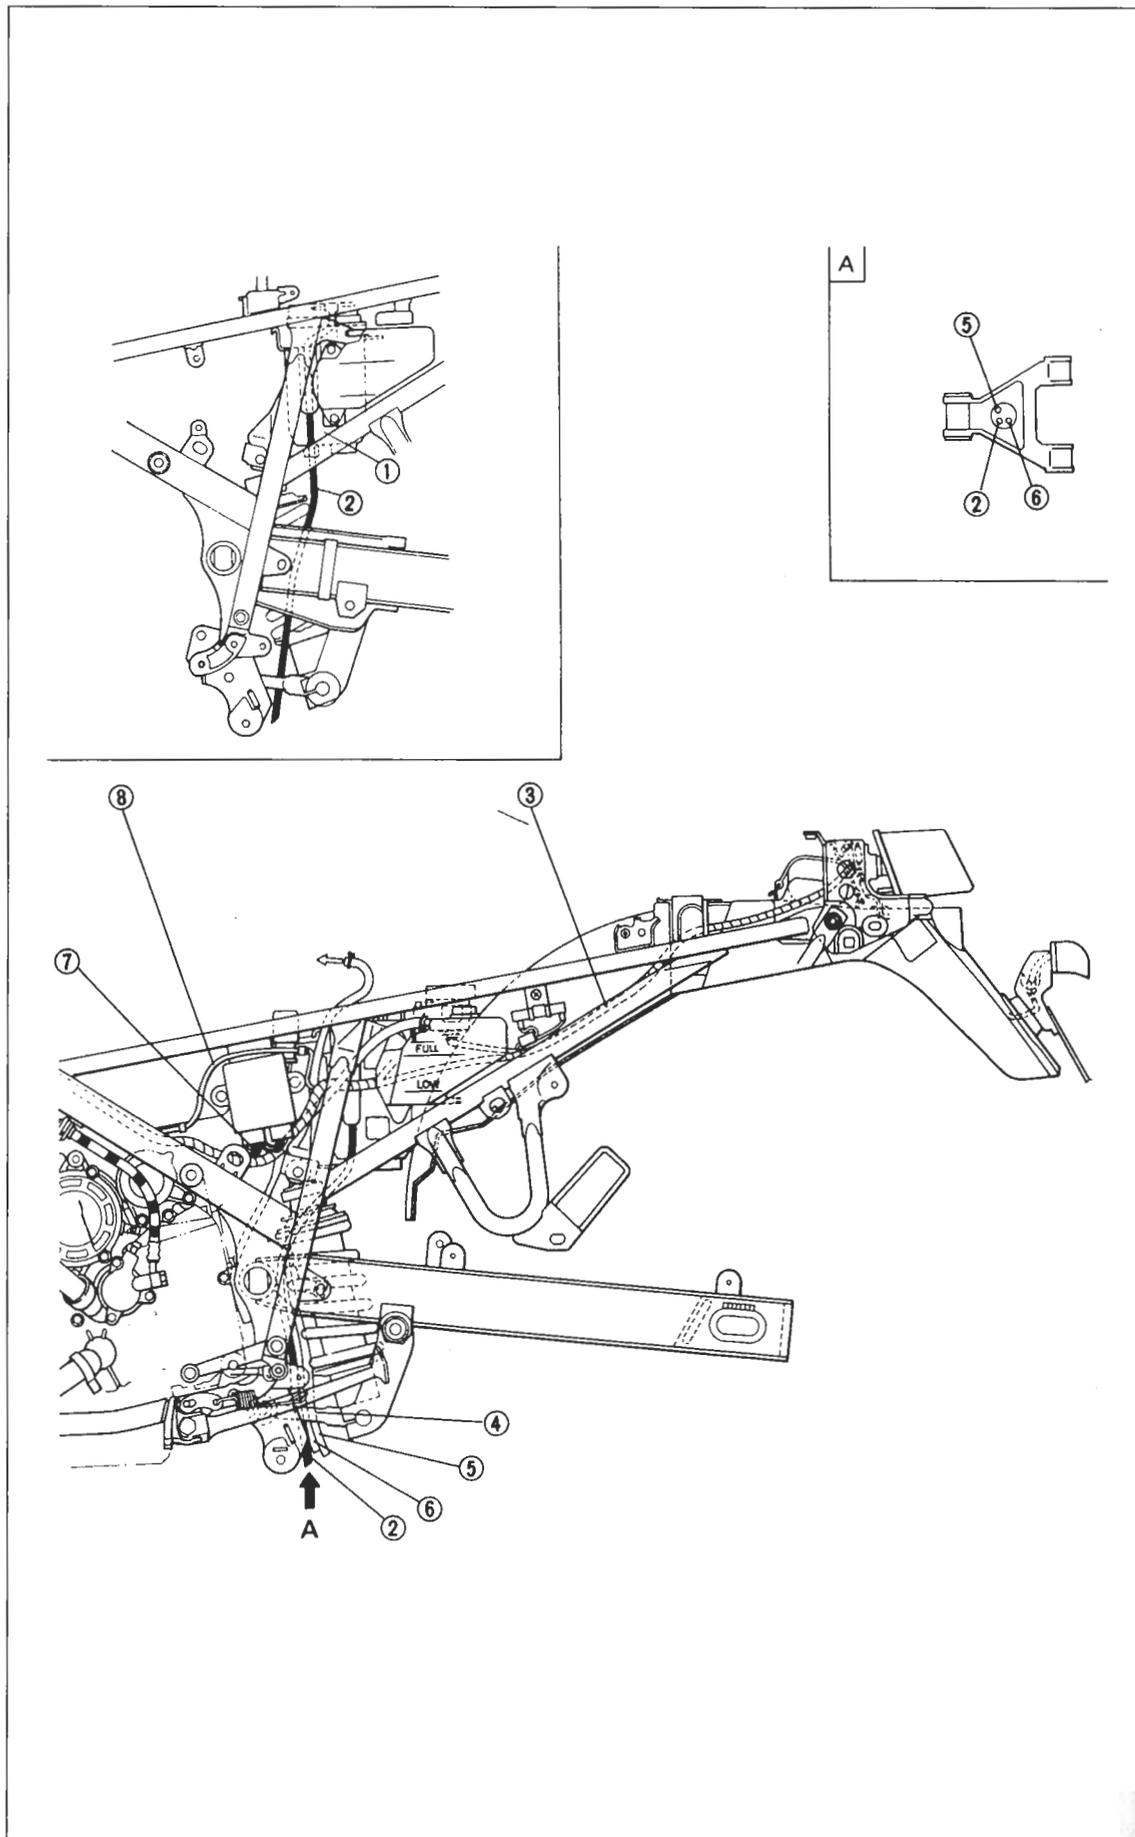

Bild 179
- 14 Tank-Überlaufschlauch zwischen Schwinge und Federbein führen, danach durch 4 Bild 179